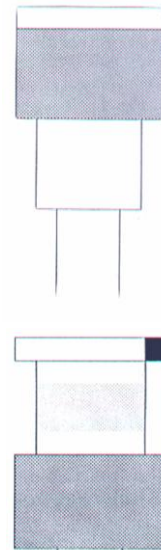

Bild 3
- 6) Drehen Sie die Kappe am Sensorkopf nun wieder in die Ausgangsstellung, sodass der Sensor wieder von Luft durchströmt werden kann (Bild 3). Ziehen Sie nun die Teleskopstange auf die gewünschte Länge aus (Bild 4).